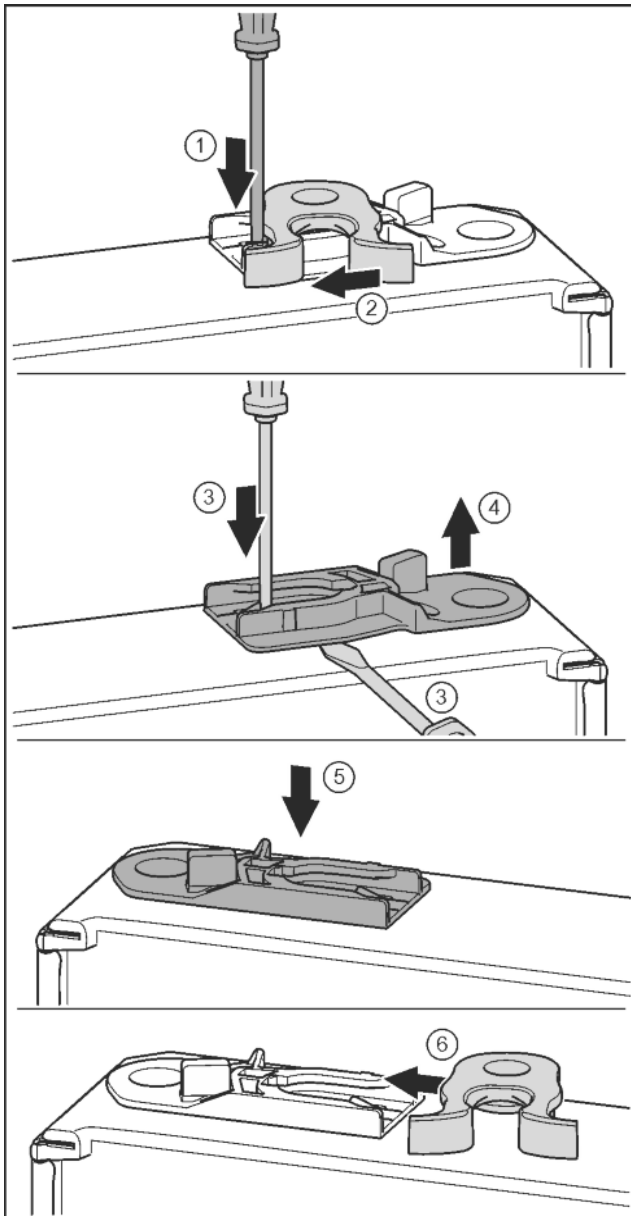

Fig. 20
- ▶ Plochým šroubovákem přitlačte lamelu dolů. Fig. 20 (1)
- ▶ Vytáhněte petlici z vedení. Fig. 20 (2)
- ▶ Vytáhněte vodící pouzdro: Stiskněte jazýček šroubovákem a současně plochým šroubovákem zajedte pod vodící pouzdro. Fig. 20 (3, 4)
- ▶ Vodící pouzdro přiložené v příslušenství zasuňte na druhé straně pláště. Fig. 20 (5)
- ▶ Petlici zasuňte do vedení. Fig. 20 (6)